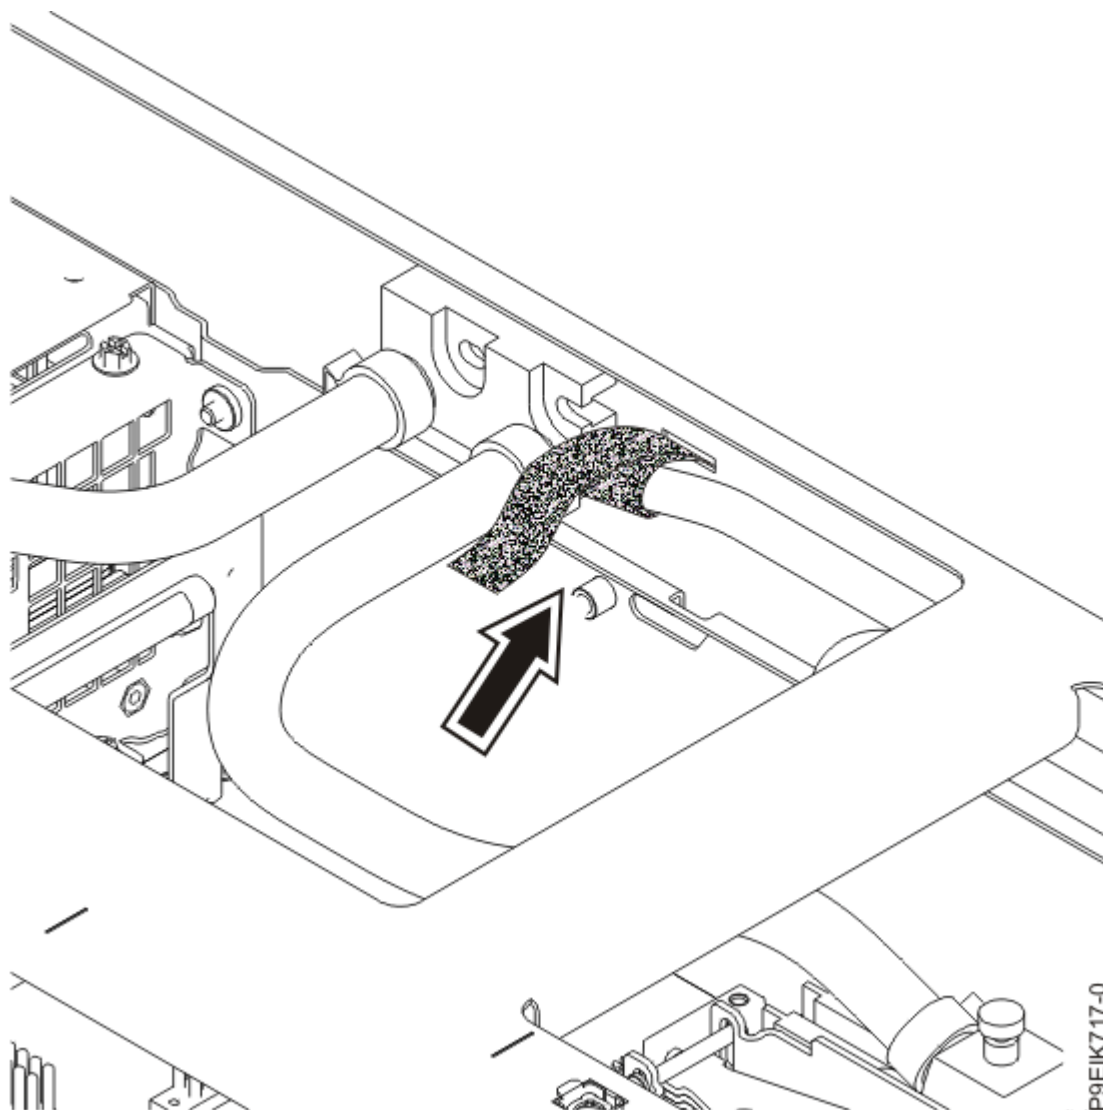

Figure 19. Fixation de l'avant de la conduite latérale
16. A l'avant du système, relevez la conduite latérale. Appuyez-la sur les broches et attachez l'avant de la conduite latérale au support d'installation des plaques froides comme illustré dans la Figure 19, à la page 23.